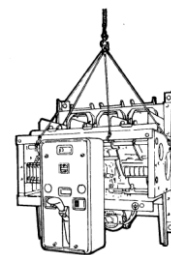

Fig. 1-5
- 8) **ATTENZIONE: IN QUESTA FASE L'INTERRUPTORE POTREBBE CADERE. ASSICURARLO AD UN CARRELLO DI SOLLEVAMENTO PRIMA DI PROCEDERE** (fig. 1-5).
- 8) **WARNING: THE CIRCUIT-BREAKER COULD DROP DURING THIS OPERATION. FASTEN IT TO A LIFTING TRUCK BEFORE PROCEEDING** (fig. 1-5).
- 8) **ACHTUNG: IN DIESER PHASE KÖNNTE DER LEISTUNGSSCHALTER FALLEN. BEVOR MAN MIT DER ARBEIT BEGINNT, IST ER AN EINEM GABELSTAPLER ZU VERANKERN** (fig. 1-5).
- 8) **ATTENTION: DANS CETTE PHASE LE DISJONCTEUR POURRAIT TOMBER. LE FIXER A UN CHARIOT DE LEVAGE AVANT DE CONTINUER** (fig. 1-5).
- 8) **ATENCIÓN: EN ESTA FASE EL INTERRUPTOR PODRÍA CAERSE. SUJETARLO CON UN CARRO DE ELEVACIÓN ANTES DE CONTINUAR** (fig. 1-5).